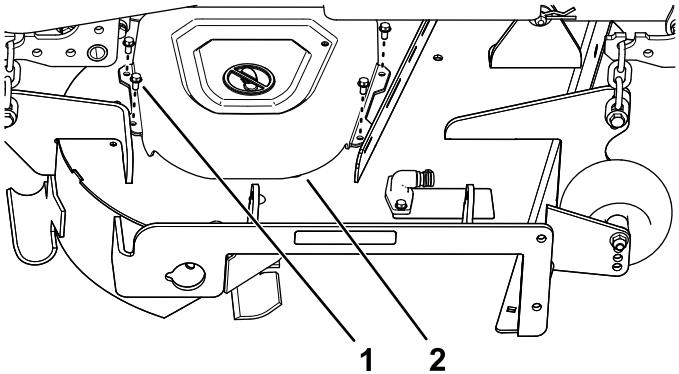

Figure 7
- Retirez les 4 vis ($\frac{1}{4}$ " x $\frac{1}{2}$ ") qui fixent le protège-courroie droit et déposez celui-ci (Figure 7).